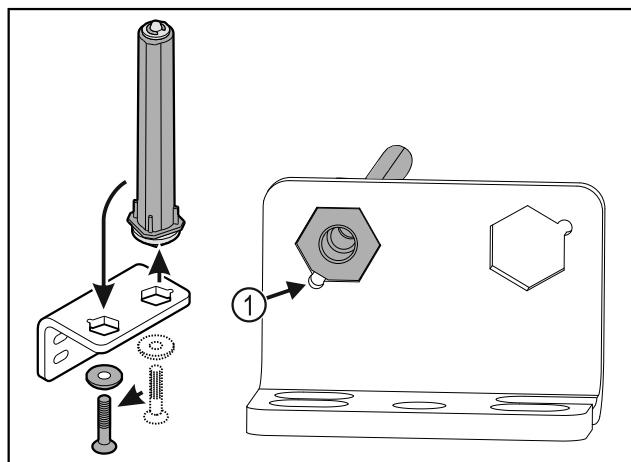

Fig. 37
- ▶ Atkreipkite dėmesį į tai, kad įstatant nuožulni kaiščio pusę Fig. 37 (1) nukreipta į apvalią skylę.